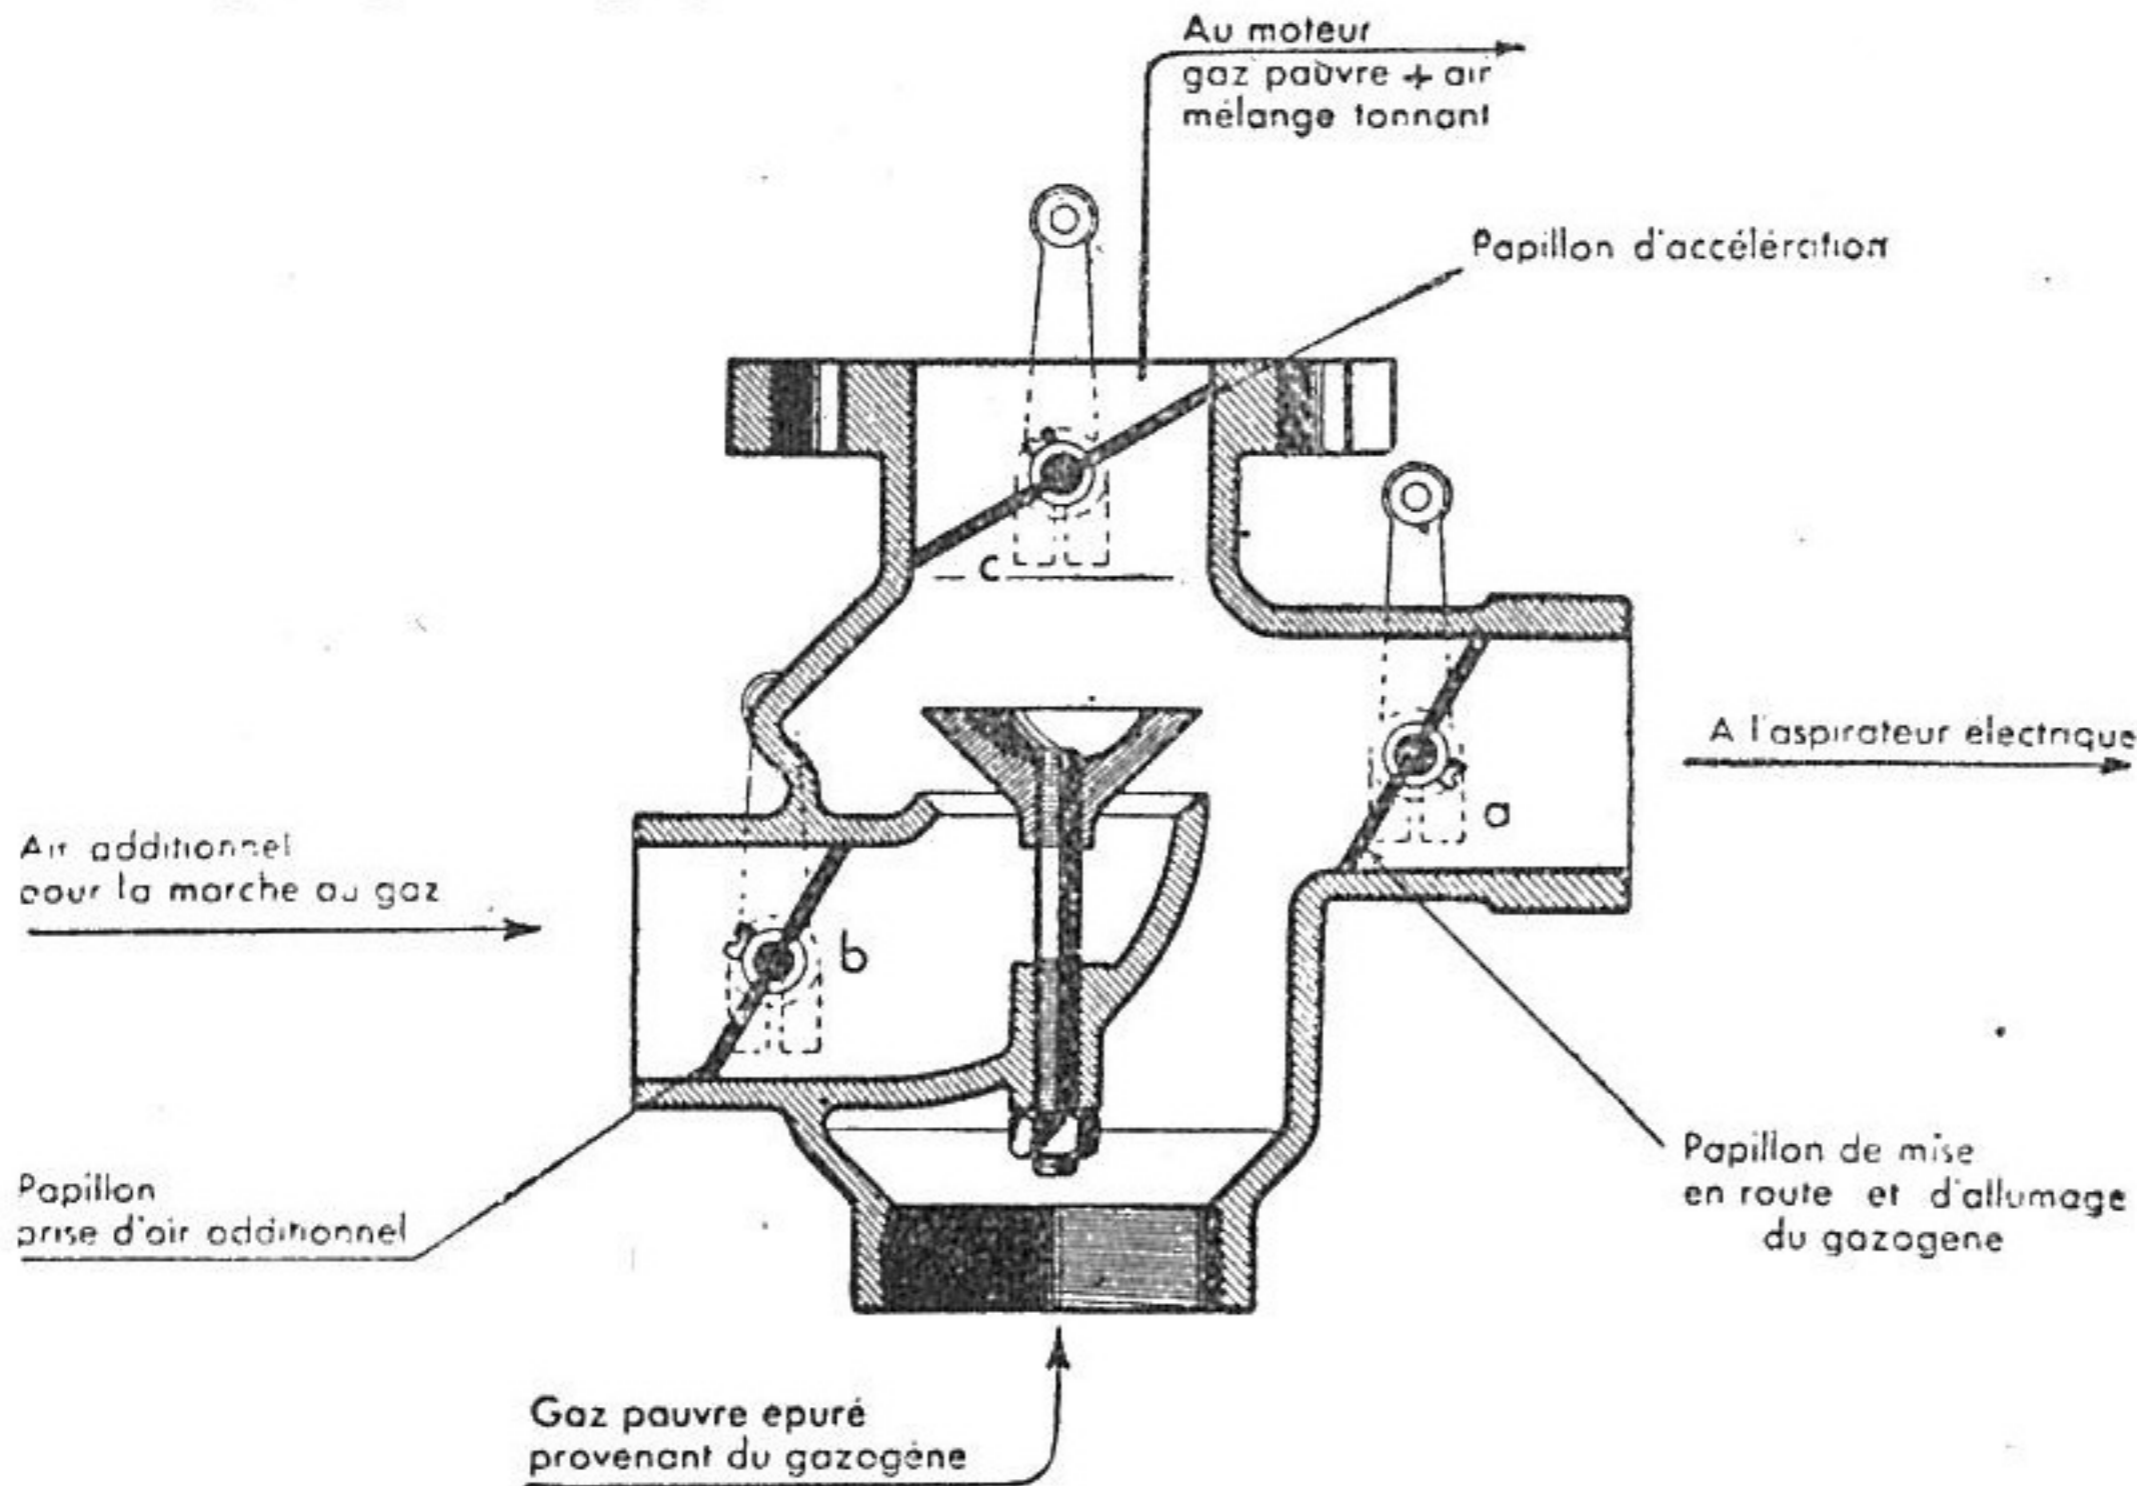

FIG. 19. — Gazogène Berliet. — Mélangeur.
67. MÉLANGEUR OU PRISE D'AIR. — Le mélangeur est formé par la réunion de quatre tubulures; l'une (en bas de la fig. 19) communique avec le gazogène, la deuxième (à gauche) introduit l'air secondaire nécessaire à la combustion; le cône qui la surmonte favorise, par dispersion, la formation d'un mélange homogène; elle peut être plus ou moins étranglée par le papillon de réglage d'air *b*; la troisième (en
c) Il y a une prise d'air ; vérifier que les papillons *b* et *c* (fig. 19) sont fermés, puis vérifier tous les joints (voir § 61, comment se signalent les prises d'air) ;